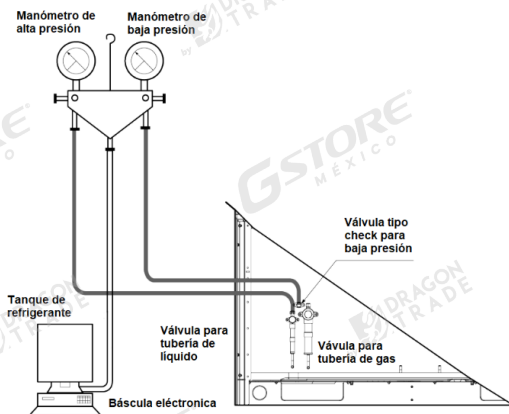

Fig.3.7.3
Paso 1: Cierre la válvula del tanque de refrigerante y vuelva a conectar la tubería del manómetro. Retire la tubería del manómetro de baja presión del puerto de retención de la válvula de tubería de gas y conéctela a la válvula de retención de baja presión (como se muestra en la Fig.3.7.3).